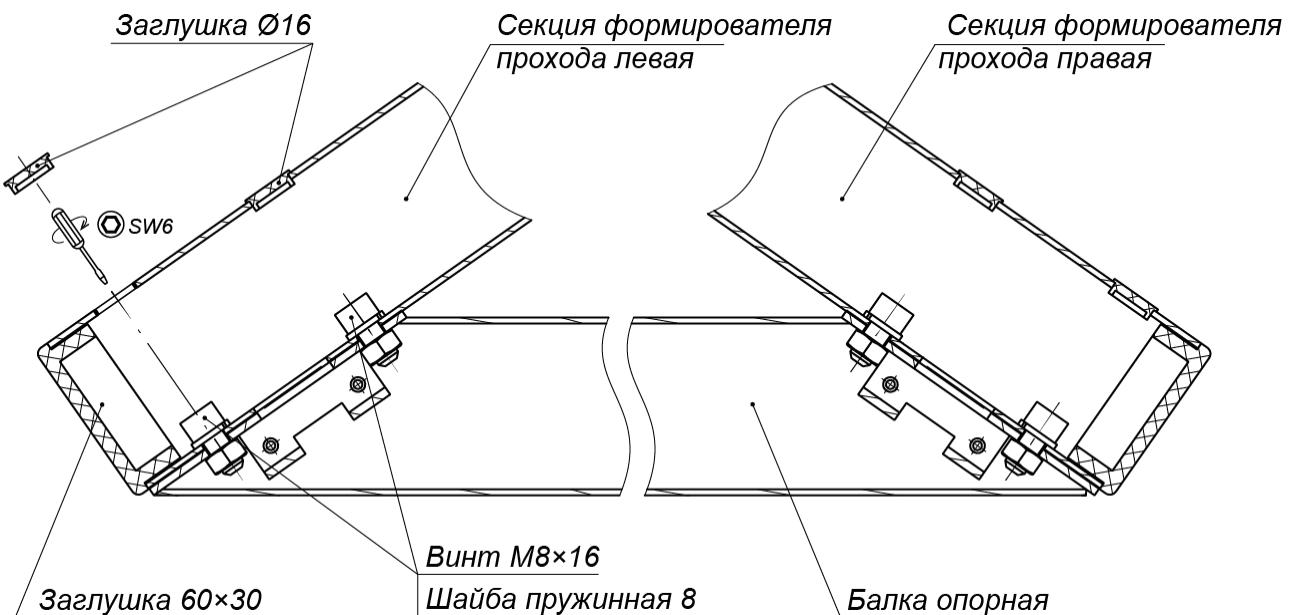
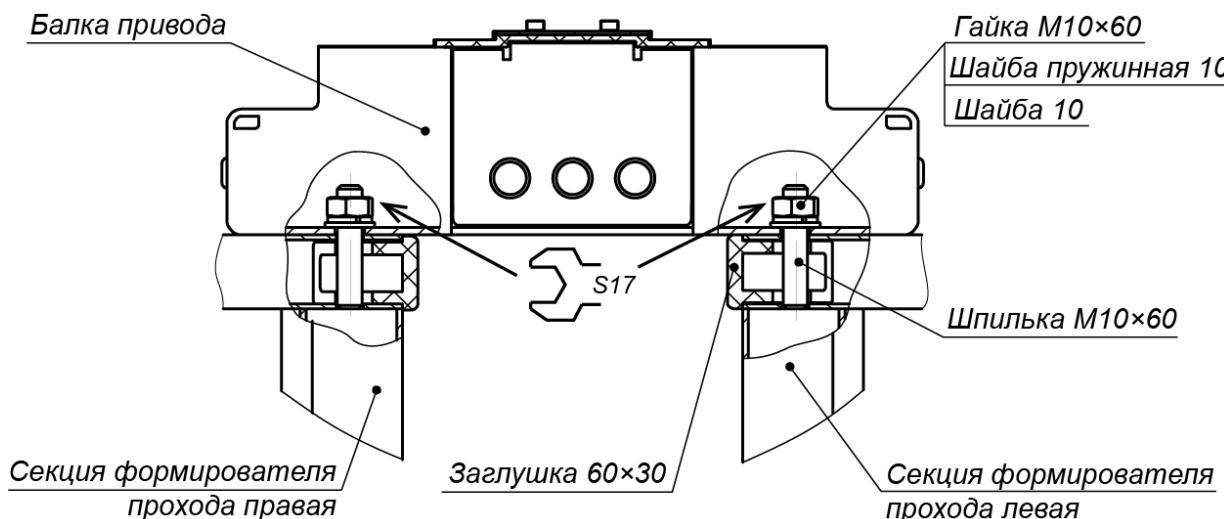

Рисунок 15. Крепление балки опорной к секциям формирователя прохода
Рисунок 16. Крепление балки привода к секциям формирователя прохода
- Установите секции (6) формирователей прохода на установочную поверхность, ориентируя отверстия в опорных фланцах по расположению анкеров. При этом левая и правая секции каждого ИУ турникета должны быть правильно выставлены и сориентированы: блоки индикации формирователей должны быть развернуты наружу (см. рис. 2) и учтено расположение на секциях мест крепления опорной балки (см. рис. 15).
14. Установите балки опорные (7) на секции (6) формирователей прохода, каждую в следующем порядке (см. рис. 15):
15. Распакуйте балку привода (9) с крышкой (10) (ящик №1).
16. Произведите монтаж балки привода (9) (работайте вдвоем!):
- Снимите крышку (10) с балки привода (см. разд. 6).
- Используя две стремянки, осторожно установите балку сверху на турникет, при этом шпильки, расположенные на секциях (6) формирователей прохода, должны попасть в соответствующие отверстия в балке. Будьте внимательны – не повредите соединительные кабели!
- Придерживая балку, осторожно приподнимите ее с одной стороны и пропустите концы кабелей индикации (14) из балки опорной (7) в соответствующие отверстия балки привода. Временно закрепите их внутри балки (к примеру, с помощью скотча). Те же самые действия произведите с другой стороны балки.
- Закрепите балку привода на секциях (6) формирователя прохода четырьмя гайками M10 с шайбами (см. рис. 16), навернув их на шпильки с помощью торцового ключа S17. Затяжка гаек предварительная, для возможности регулировки положения.
- Проверьте вертикальность положения ротора с помощью уровня. При необходимости устранимте отклонение от вертикальности путем смещения балки привода (9) в пределах допуска монтажных отверстий. Окончательно затяните все гайки и винты крепления балки привода.
20. Закройте пластиковыми заглушками Ø16 отверстия для винтов соединения секций ротора (2) и отверстия крепления балки опорной (7) к секциям (6) формирователя прохода (см. рис. 15 и 19).